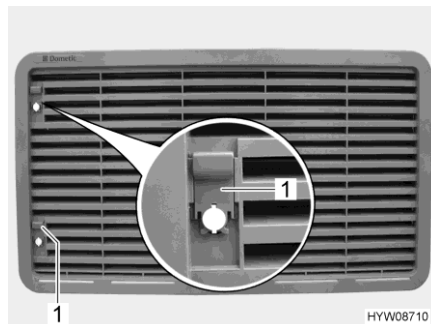

Bild 184 Kylskåpets ventilationsgaller
- Skjut upp spjället (Bild 184,1).